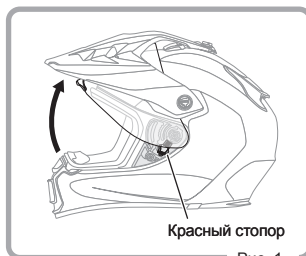

Рис. 1
1. Полностью откройте визор (Рис. 1)